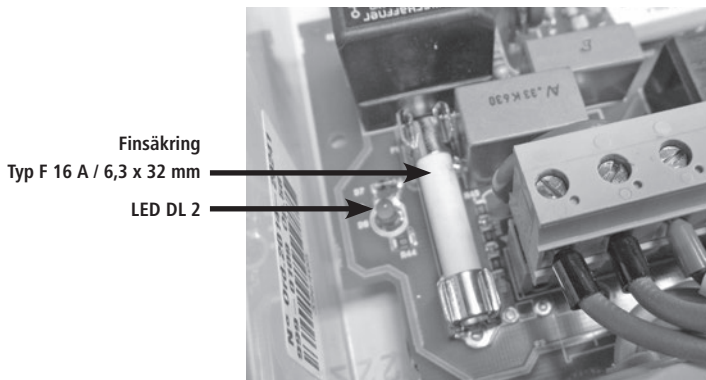

Bild 8: Säkringsbyte för "Uno"
Cykeltiden är fabriksinställd på 60 sekunder. Vid behov kan dessa justeras med hjälp av dip-switch-elementet på displaykortet (pos. 2, bild 8) från 7,5 till 120 sek. (Tabell finns inuti styrenheten).